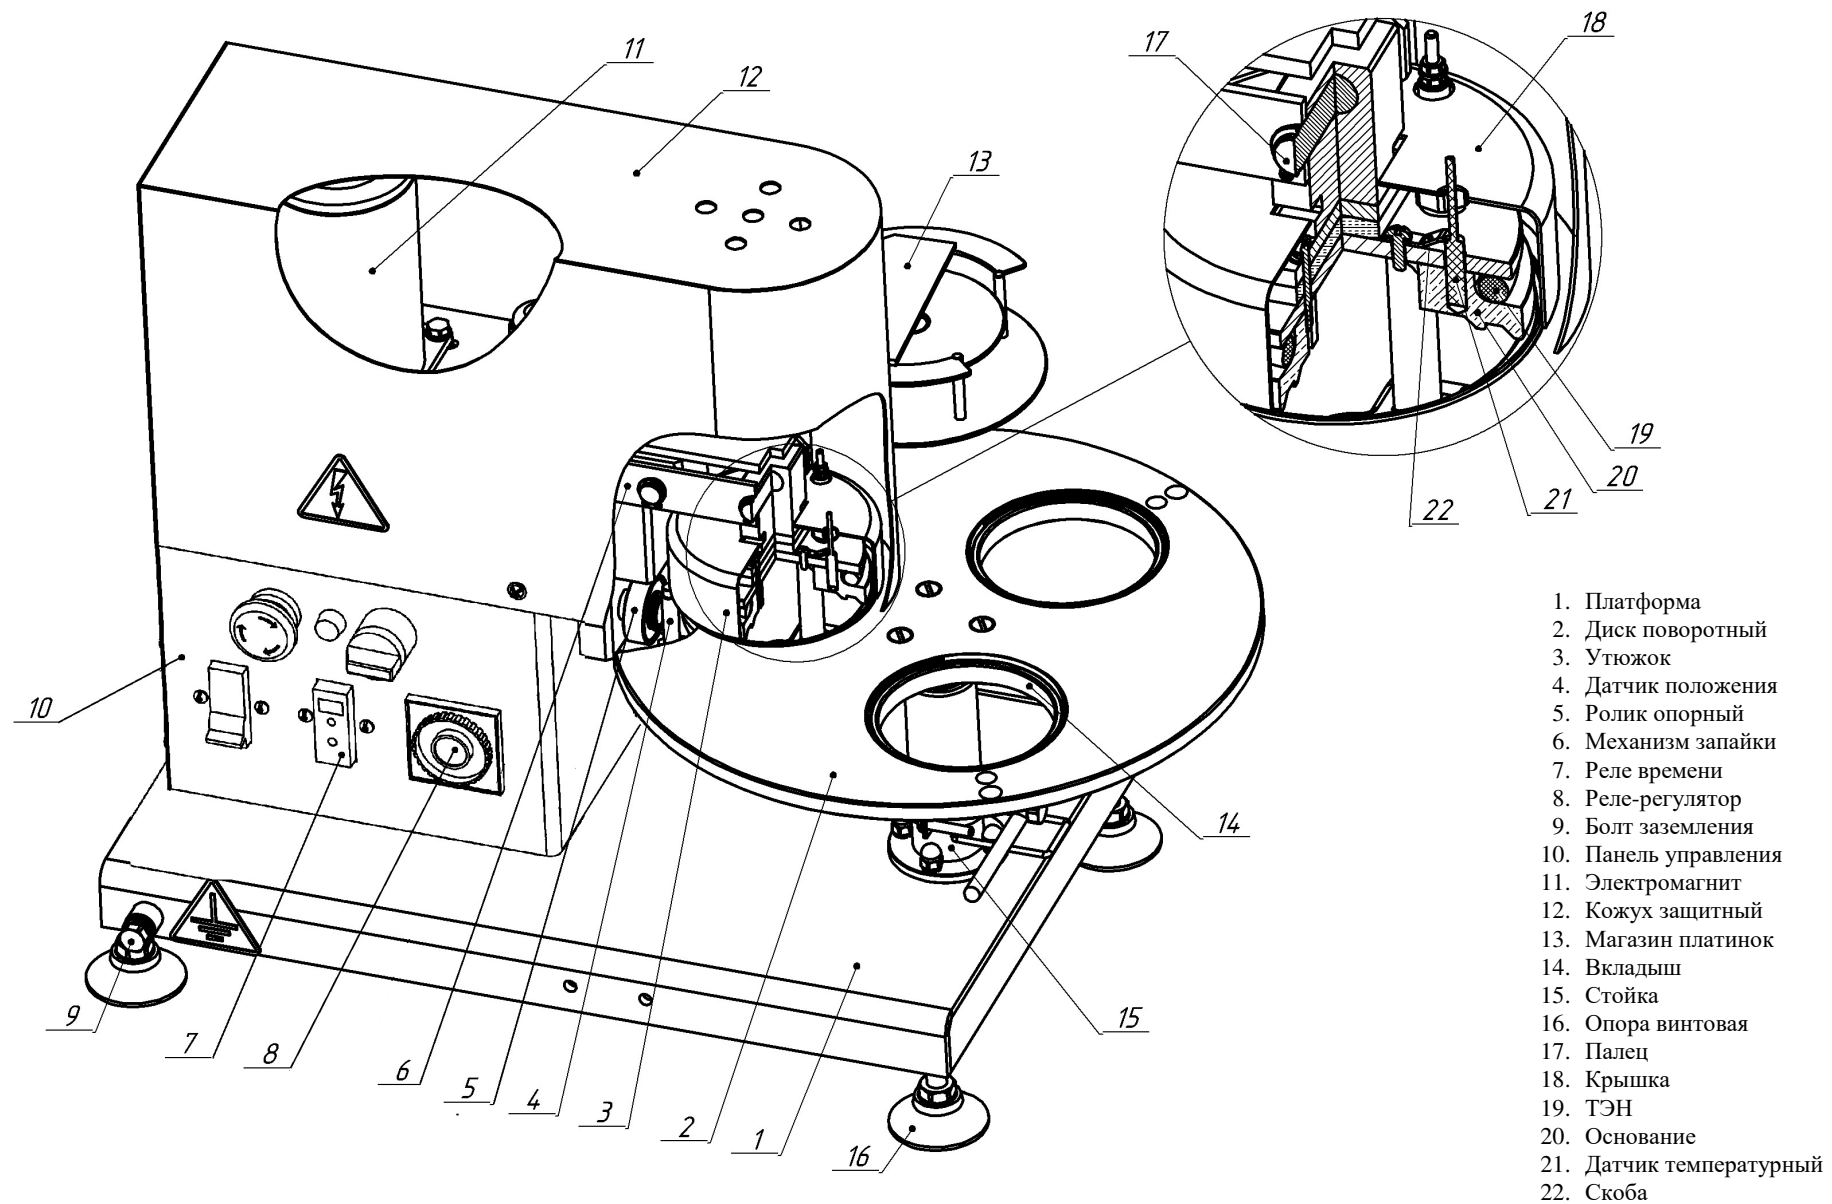

Рисунок 1. Установка фасовочно-упаковочная ИПКС-122УС(Н)
Установка фасовочно-упаковочная ИПКС-122УС(Н) (рисунок 1) представляет собой настольную конструкцию, основными узлами которой являются: платформа 1, диск поворотный 2, механизм запайки 6 и панель управления 10.
Принцип действия установки на примере подачи стаканов справа налево приведен на рисунке 2. Заполненный продуктом стакан устанавливается правой рукой оператора в свободное правое отверстие диска поворотного – позиция установки. Далее, правой рукой оператора снимается одна платинка из магазина платинок и укладывается сверху на стакан, левой рукой оператор начинает вращать диск поворотный против часовой стрелки на 120° до его самофиксации – стакан перемещается на позицию запайки. После этого датчик 4 (рисунок 1) определяет новое рабочее положение диска поворотного и механизм запайки опускает утюжок на время, установленное оператором с панели управления, и припаяет платинку к фланцу стакана. После запайки утюжок возвращается на исходное положение и «ожидает» следующий стакан. Тем временем оператор устанавливает следующий стакан с продуктом на позицию установки, укладывает платинку и поворачивает его еще на 120° . Первый запаянный стакан, находившийся на позиции запайки, перемещается на позицию снятия, а второй стакан – с позиции установки на позицию запайки. Устанавливая третий стаканчик на позицию установки правой рукой, оператор левой может снять готовый, запаянный стакан сверху с позиции снятия за счет устройства для подъема стакана. Это устройство представляет собой рычажную систему, одна сторона которой опускается за счет нажатия на нее дном стакана в момент установки его оператором, а другая упирается в дно запаянного стакана и приподнимает
Установка в условиях поставки настроена на работу со стаканами с диаметром горловины 95 мм. Для настройки работы со стаканами с диаметром 75 мм необходимо заменить магазин платинок 13 и вкладыши 14 на диске поворотном 2 из комплекта поставки (рисунок 1).
7.1.1 В зависимости от диаметра горловины укупориваемых стаканов установить на диск поворотный 2 (рисунок 1) три вкладыша 14 соответствующего размера (75 или 95 мм).
7.4 Проверить и при необходимости установить температуру заварки на утюжке 3 (рисунок 1) с помощью ручки задания уставки реле регулятора 8. Нагрев утюжка сопровождается красным свечением индикатора на реле-регуляторе. На реле времени 7